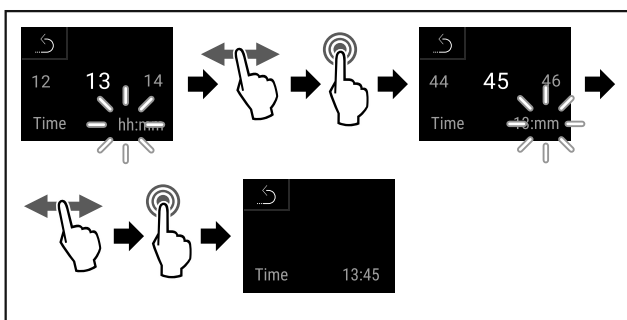

Fig. 107
- ▶ Suivre les étapes (voir Fig. 107) .